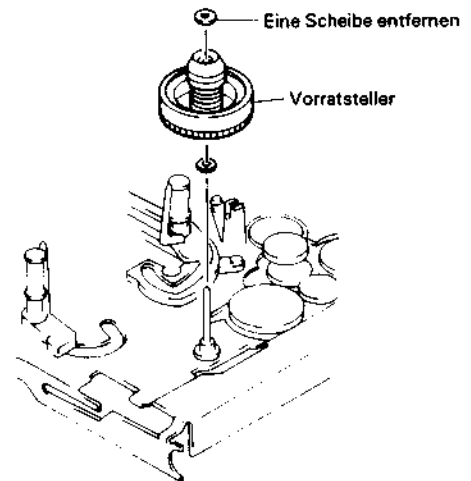

Abb. 2.86 Ausbau des Vorratstellers
Ausbau des Vorratstellers (Abb. 2.86)
4. Eine (1) Scheibe entfernen und den Vorratsteller herausziehen (siehe Abb. 2.86).